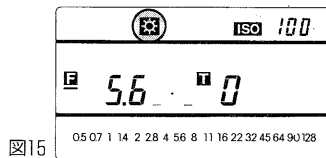

図15
1. モード切換えスイッチを定常光モード  にセットしてください。(図15)